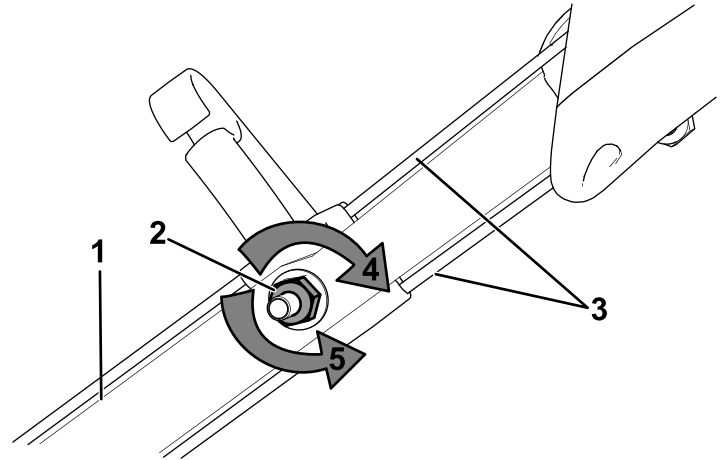

Figure 25
- Tournez l'écrou de réglage dans le sens antihoraire pour desserrer le réglage des câbles (Figure 25).
- Ajustez la tension des câbles (Figure 25) en les tirant en arrière ou en les poussant en avant puis en les maintenant à cette position.